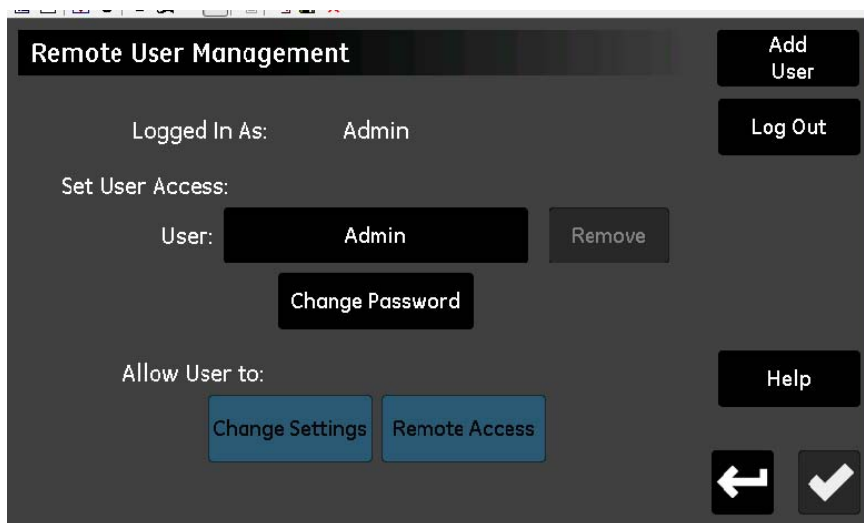

図71：ウェブユーザ管理（Web User Management）画面
ご自身のパスワードを入力し、Log In ボタンをタップしてください。ログインに成功すれば、下図 71 に示す Web User Management 画面が開きます。
Operator のパスワードは、機械があり次第変更する必要があります。Operator のパスワードを変更するためのステップは、Admin のパスワードを変更するためのステップと同じです（前セクション参照）。Web User Management 画面（78 ページ図 71 参照）から Operator アカウントを選択し、新しいパスワードを入力し、確認してください。
4. Log In ボタンをタップし、ウェブユーザ画面（78 ページ図 71 参照）を開きます。